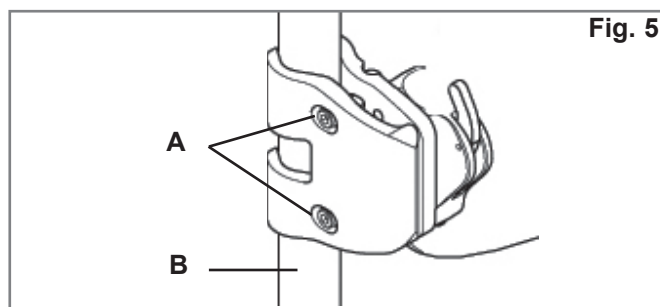

Fig. 5
3. Montera fästena. (Fig. 5)
- a. Lossa tvingskruvarna (A) med medföljande 4 mm insexnyckel. OBS– För grövre rördiametrar kan tvingskruvarna behöva skruvas ur helt.
- b. Montera och rikta upp fästena på ryggrören (B).
- c. Handdra tvingskruvarna (A). OBS – Hållarna kan behöva ytterligare lateral justering för säkerställande av korrekt uppriktning.